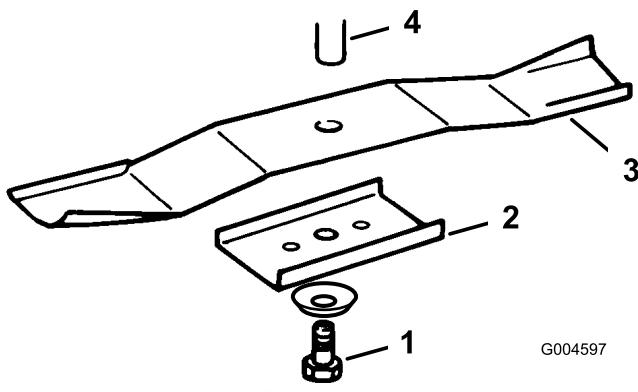

Figure 36
3. Enlevez le boulon (clé de 16 mm [5/8"]), la rondelle bombée, le porte-lame et la lame (Figure 36). Pour enlever le boulon, bloquez éventuellement la lame en introduisant une cale en bois entre la lame et le carter de tondeuse.
- Montez la lame, le porte-lame, la rondelle bombée (face concave vers la lame) et le boulon de lame (Figure 36).